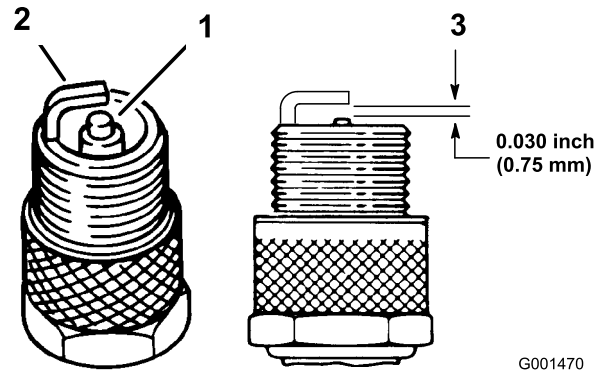

Figura 26
1. Mire la parte central de las bujías (Figura 26).
3. Compruebe la separación entre los electrodos central y lateral (Figura 26).
4. Si la distancia no es correcta, doble el electrodo lateral (Figura 26).
- Nota:** Compruebe que la distancia entre los electrodos es correcta (Figura 26).
3. Conecte los cables a las bujías (Figura 26).